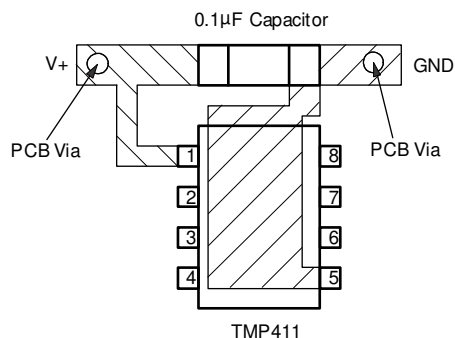

图 10-4. 建议的旁路电容器放置
- 在 TMP411 的 V+ 和 GND 引脚之间直接使用 0.1 μ F 的本地旁路电容器，如图 10-4 所示。尽可能减小 D+ 和 D- 之间的滤波电容，使之达到 1000pF 或更低，从而实现出色的测量性能。此电容包括远程温度传感器和 TMP411 之间的任何电缆电容。